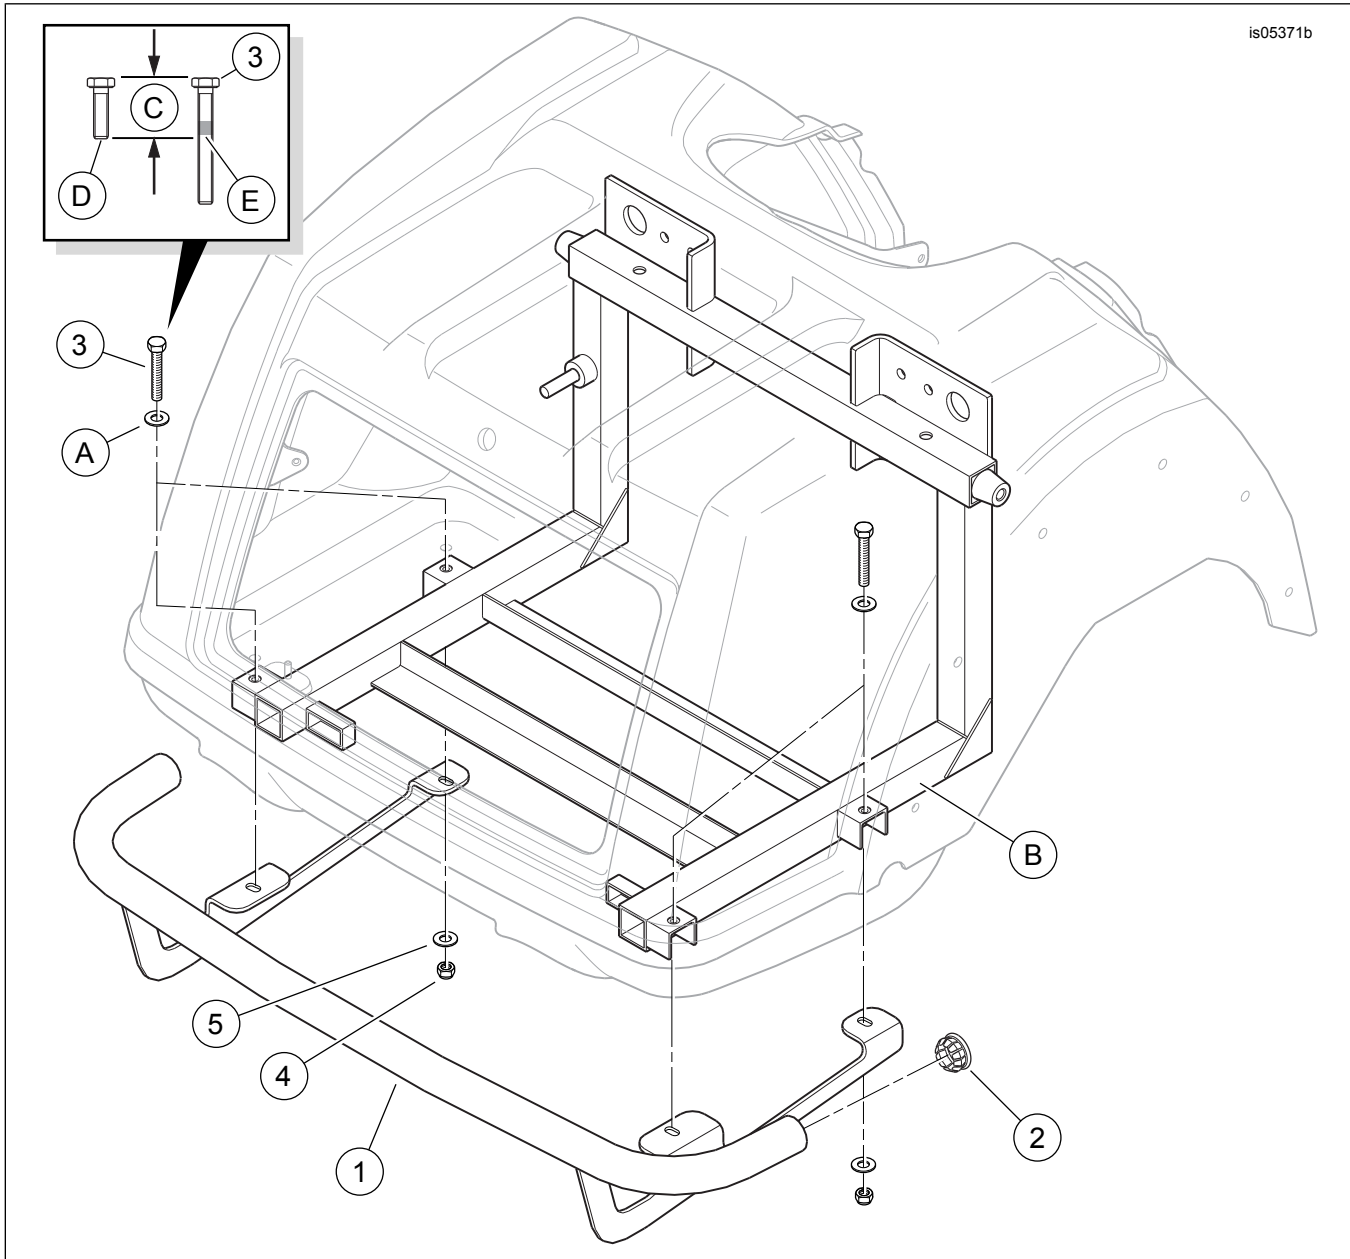

Figure 1. Contenu du kit : Protection arrière du Trike
1. Voir la figure 1. Localiser les quatre vis avec rondelles (A) dans le plancher du compartiment du coffre qui maintiennent le corps sur le cadre arrière. En laissant la rondelle en place, retirer l'une des vis. Mettre de côté la vis pour l'étape suivante, puis éliminer.
2. Voir la figure 1. Enduire la vis (3) de frein filet.